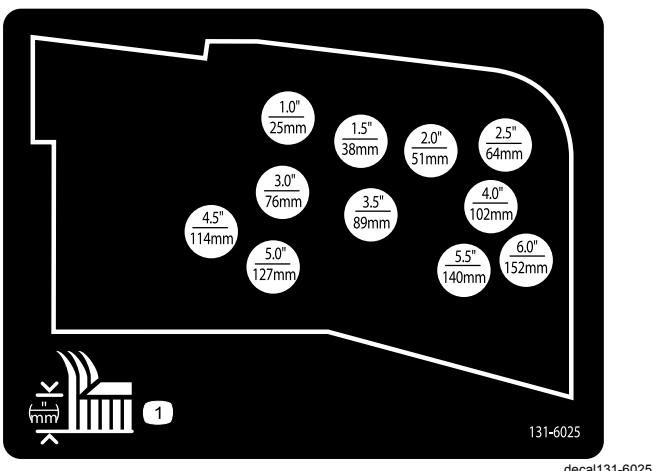

Figura 21
- Monte as correntes da altura de corte no orifício da altura de corte desejada com o passador de forquilha e perno de gancho (Figura 21).